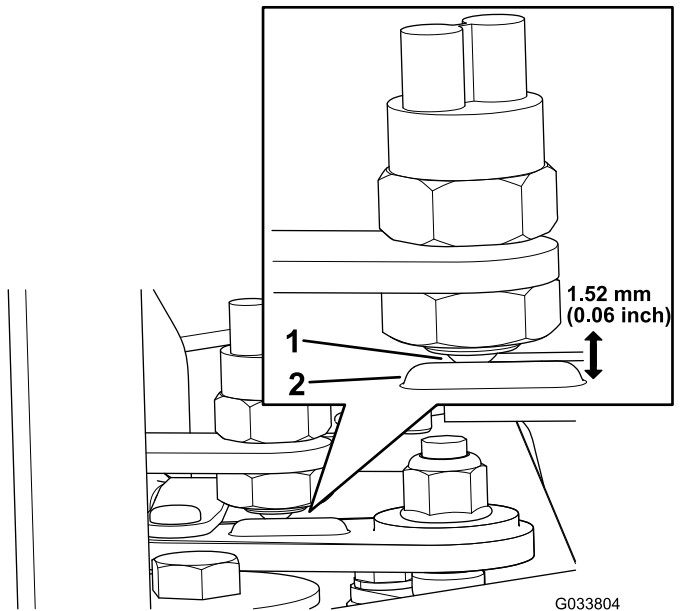

図 5
2. ボールスイッチがシフトレバーの盛り上がり部分の前にあることを確認する 図 5。
2. シフトレバーのこぶとボールスイッチの面との間のすきまが 1.52 mm になるように、ボールスイッチの位置を調整する 図 5。